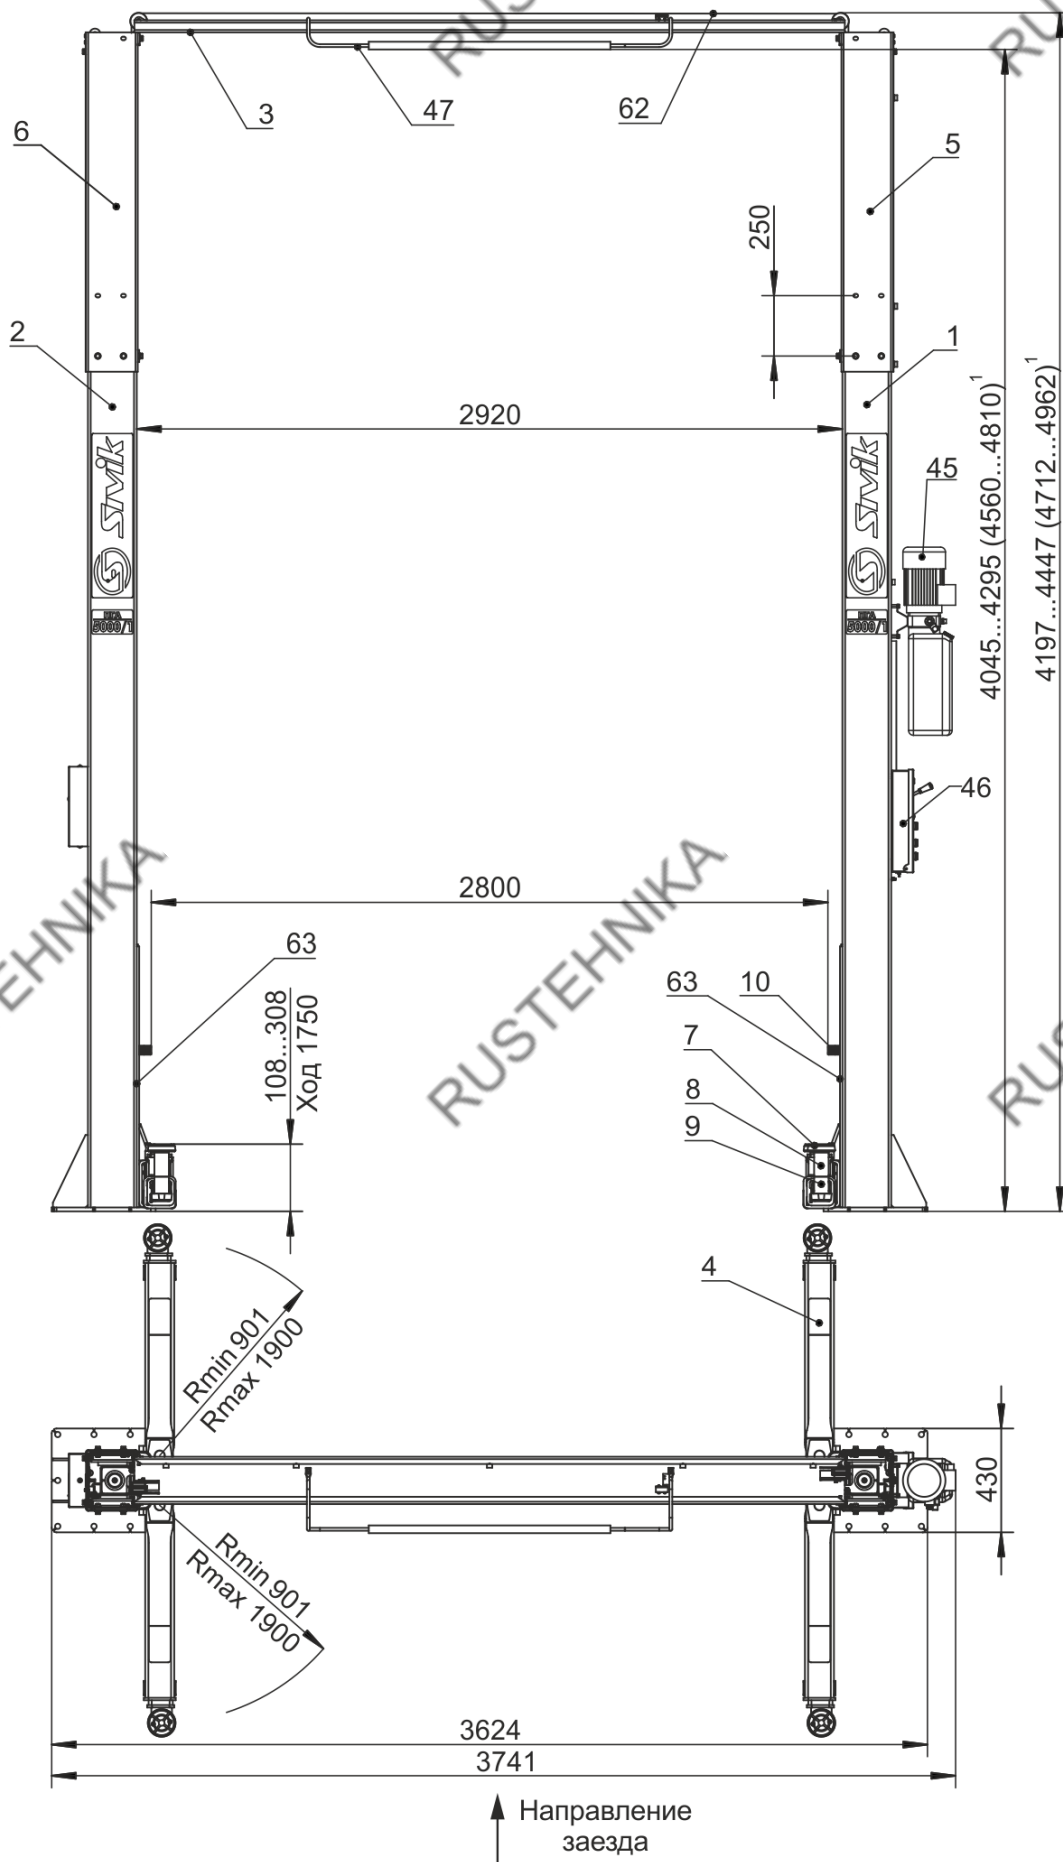
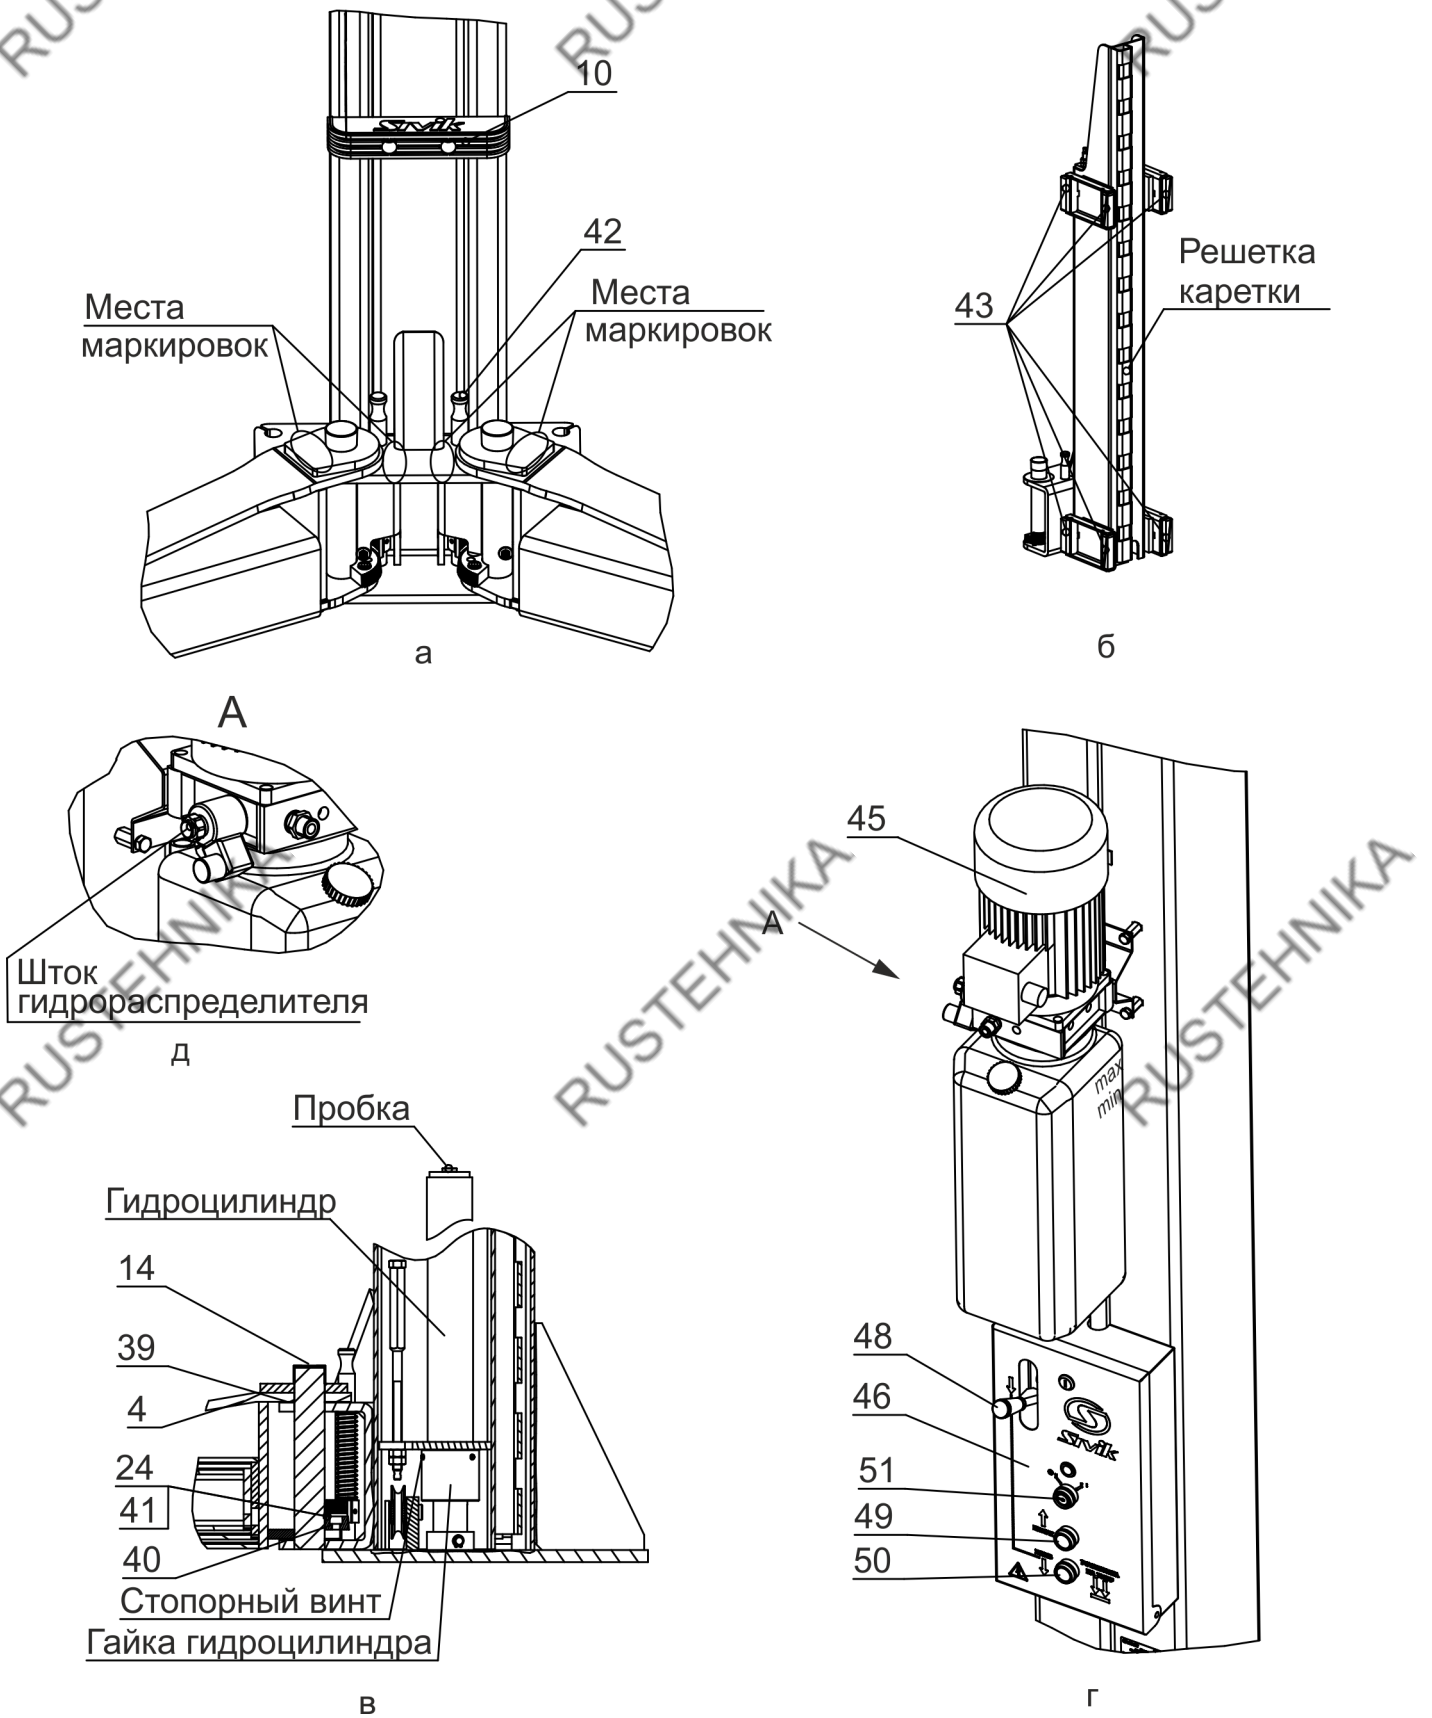

Рисунок 3.1 - Общий вид подъемника (1 – исп. Высокий)
Рисунок 4.1 – Виды подъемника
Подъемник (рисунок 3.1) состоит из двух стоек коробчатого сечения – правой 1 и левой 2, двух надставок 5 и 6 соединенных между собой поверху перекладиной 3. Подъемник имеет возможность регулировки по высоте от 4197(4712)¹ мм до 4447(4962)¹ мм. Это достигается креплением надставок 5 и 6 на первый или второй ряд крепежных отверстий. В стойках размещены каретки 63 с закрепленными на них поворотными телескопическими подхватами 4 равной длины. На концах подхватов 4 установлены опоры 7, подставки поры 8,9. Подхваты фиксируются стопорными устройствами 42 (рисунок 4.1а), автоматически срабатывающими при подъеме автомобиля. При опускании кареток 63 в крайнее нижнее положение происходит автоматическое расстопорение подхватов 4. Каретки 63 приводятся в движение гидравлическими цилиндрами, установленными внутри стоек. Подъемник снабжен системой 62 тросовой синхронизации движения кареток 63.
Каждая каретка 63 (рисунок 4.1б) снабжена полиамидными ползунами 43, скользящими по беговым дорожкам стоек 1 и 2. Каретки фиксируются на требуемой высоте стопорами-защелками 44 (рисунок 3.1), закрепленными на стойках 1,2 и входящими в зацепление с решетками на каретках 63.
На правой стойке (рисунок 4.1г) размещена насосная станция 45 с пультом управления 46. Внутри насосной станции 45 находится клапан предохранительный, предотвращающий перегрузку в гидросистеме. Клапан предохранительный настроен на заданное давление и опломбирован.
- касании автомобилем ограничительной дуги 47 перекладины 3 (рисунок 3.1);
Для предотвращения повреждения дверей автомобиля (при открывании) на каретки 63 установлены накладки 10, фиксируемые винтами М8х30, шайбами 8Г и шайбами 8 (рисунок 3.1 и рисунок 4.1а).
Управление подъемником осуществляется рычагом 48 (рисунок 4.1г) и двумя кнопками 49 и 50, установленными в пульте управления 46. Рычагом 48 осуществляется расстопорение кареток 63, а кнопками 49 и 50, подъем (кнопка 49) и опускание (кнопка 50) кареток 63.
Перед сборкой проверить затяжку гаек гидроцилиндров и стопорных винтов (рисунок 4.1в).
Для того чтобы проверить срабатывание упругой тяги 55, необходимо одному человеку прижать рукой защелку 44 к стойке 2, а другому повернуть рычаг 48 (рисунок 4.1г) вниз. Упругая тяга 55 должна вытянуться на полный ход штока.
При повороте рычага 48 вниз (рисунок 4.1г), защелка на левой стойке должна отвестись, так же как отвелась защелка на правой стойке. При повороте рычага 48 вверх (рычаг 48 должен удерживаться в верхнем положении пружиной), защелки на левой и правой стойке должны вернуться в исходное положение. Регулировка проводится выборкой слабины тросика 52 и обжатием петли зажимом 13.
6.9 Открутить пробку бака насосной станции 45 и залить масло (около 12 л) до верхней метки «МАХ» (рисунок 4.1г). Уровень масла контролировать визуально. Установить пробку бака на место.
- кратковременным нажатием на кнопку 49 (двигатель должен работать, вращение крыльчатки по стрелке на кожухе эл. двигателя, а из бака должно убывать масло, рисунок 4.1г).
• отвернуть пробки у каждого гидроцилиндра на один оборот (рисунок 4.1в)